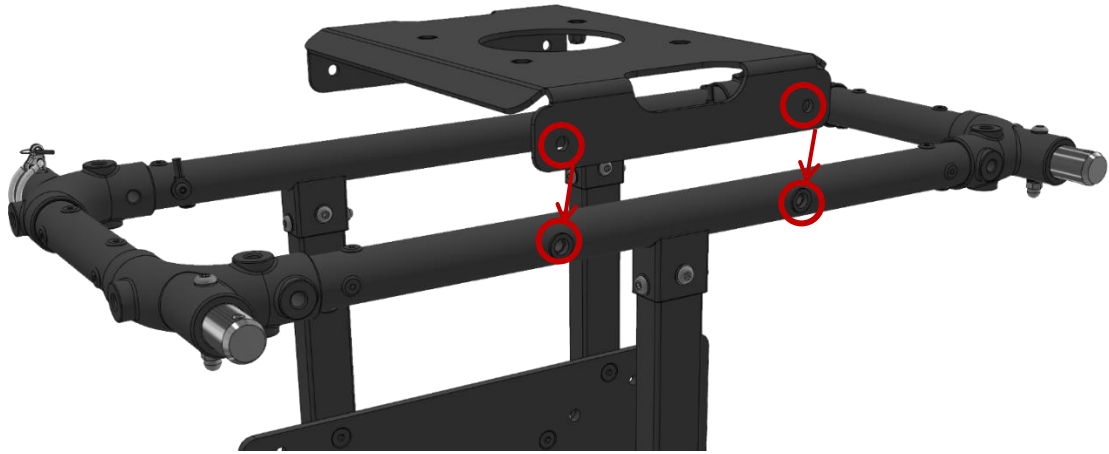

Abbildung 36 Positionierung des ECO-ABP-EP1.0 über dem ECO-FRAME-EP1.0
**Schritt 1:** Positionieren Sie den ECO-ABP-x so auf der Seite des ECO-FRAME-x, dass die vier Befestigungslöcher mit den M6-Gewindebohrungen am Rahmen übereinstimmen, wie in Abbildung 36 zu sehen ist.